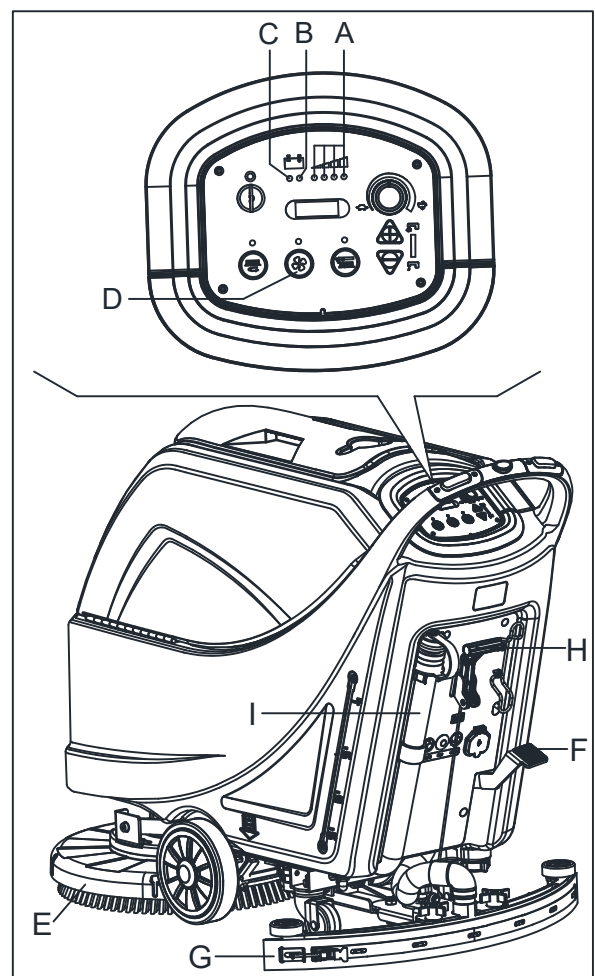
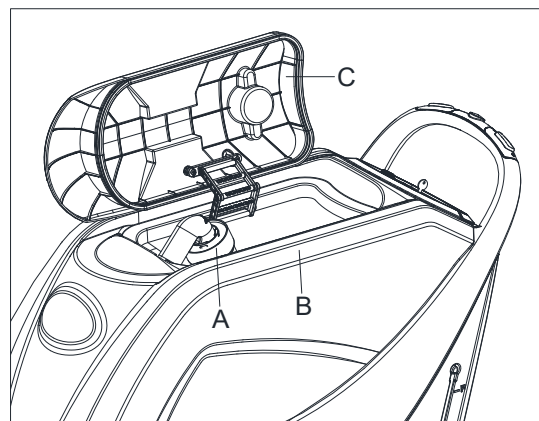

Figure 10
Figure 11
Jusqu'à ce que le témoin lumineux vert (A, Figure 10) reste allumé, les batteries assurent un fonctionnement normal à la machine. Lorsque le témoin lumineux vert (A) s'éteint, et que le témoin lumineux jaune (B) s'allume, il est conseillé de charger les batteries, car la charge restante ne durera que quelques minutes (en fonction de la batterie et du travail à effectuer). Lorsque le témoin lumineux rouge (C) s'allume, les batteries sont complètement déchargées. Après quelques secondes, la brosse/le plateau support disque est automatiquement arrêté, tandis que le système d'aspiration et (uniquement pour les machine à traction) le système d'entraînement restent allumés, pour terminer le séchage du sol et conduire la machine à la zone de recharge.
Un système automatique de fermeture à flotteur (A, Figure 11) bloque le système d'aspiration lorsque le réservoir d'eau de récupération (B) est plein. La désactivation du système d'aspiration est indiquée par une augmentation soudaine du bruit du moteur d'aspiration, le sol aussi n'est pas sec.
Si le système d'aspiration s'éteint accidentellement (par exemple, lorsque le flotteur est activé en raison d'un mouvement soudain de la machine), pour reprendre l'opération: désactiver le système d'aspiration en appuyant sur le commutateur (D, Figure 10), puis retirer le couvercle (C, Figure 11) et vérifier que le flotteur à l'intérieur de la grille (A) a baissé jusqu'au niveau de l'eau. Ensuite, remettre le couvercle (C) et mettre le système d'aspiration en appuyant sur le commutateur (D, Figure 10).
Lorsque le réservoir d'eau de récupération (B, Figure 11) est plein, le vider selon la procédure suivante.
2. Soulever la plate-forme de la brosse/du plateau support disque (E, Figure 10) en appuyant sur la pédale (F, Figure 10). (uniquement pour la machine à disque)
3. Soulever l'embouchure (G, Figure 10) avec le levier (H, Figure 10).
5. Vider le réservoir d'eau de récupération avec le tuyau (I, Figure 10). Ensuite, rincer le réservoir (B, Figure 11) avec de l'eau propre.